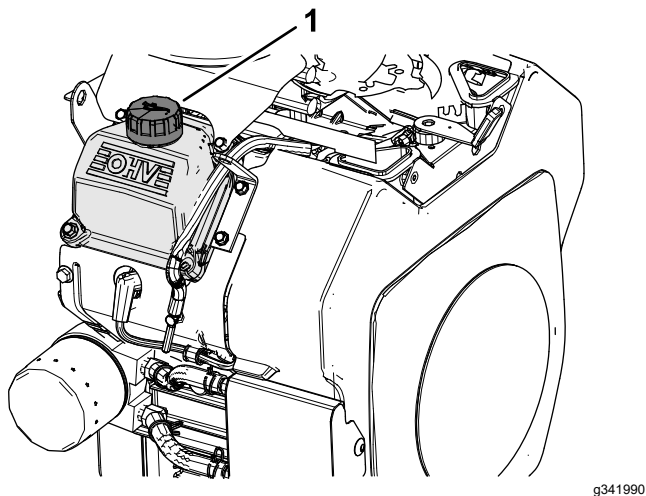

図 32
6. バルブカバーの補給管(図 32)から、所要量のおよそ 80% のオイルをゆっくりと入れる エンジンオイルの仕様 (ページ 25)を参照。